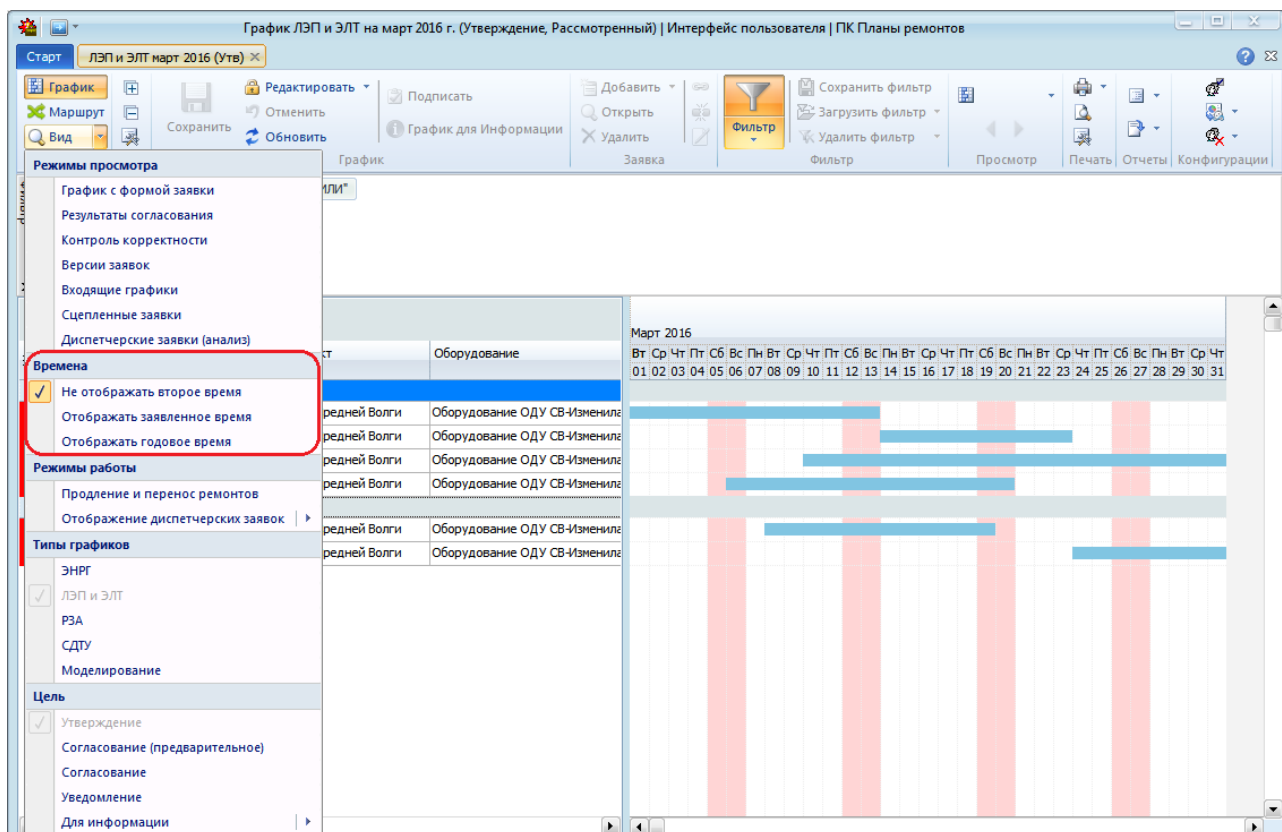
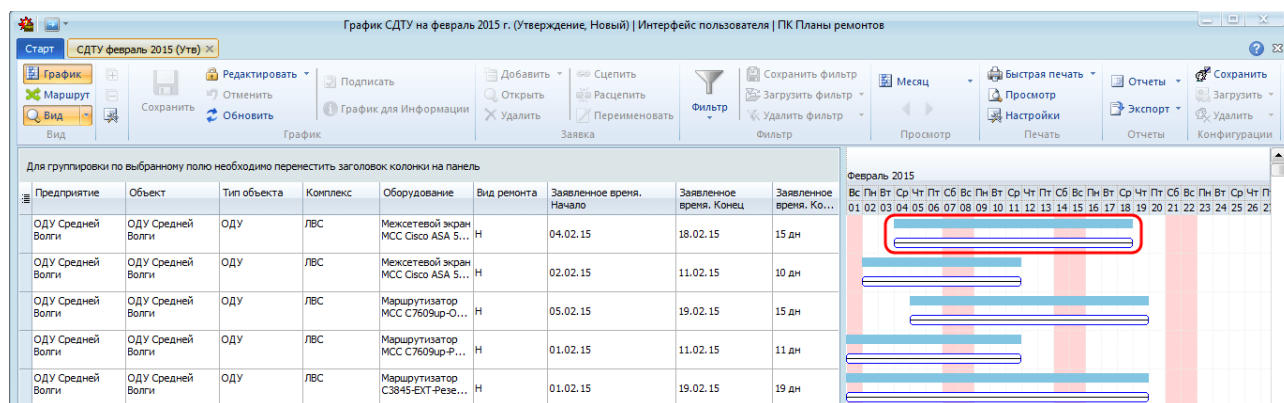
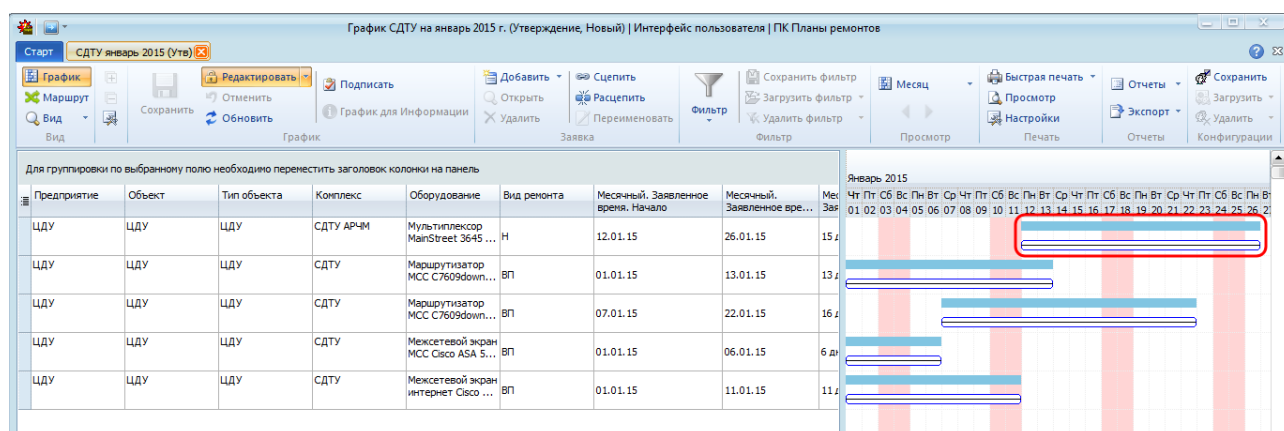

Рисунок 10.39 – Выбор режима отображения времени на диаграмме
Рисунок 10.40 – Режим отображения заявленного времени на диаграмме
Рисунок 10.41 – Режим отображения годового времени на диаграмме
Для сравнения времени ремонта с заявленным или годовым временем используется режим «Времена» (Рисунок 10.39).
- **«Отображать заявленное время»**. В данном режиме на диаграмме отображается заявленное время и время ремонта. Заявленное время отображается отрезком с узором «Зачеркнутый» (линия, проходящая через середину отрезка) (Рисунок 10.40). Включение режима осуществляется выбором пункта «Отображать заявленное время» из раскрывающегося списка по кнопке « Вид», отключение – выбором пункта «Не отображать второе время» (Рисунок 10.39). Данный режим недоступен для выбора в графике с типом «Моделирование».
- **«Отображать годовое время»**. В данном режиме на диаграмме отображается время ремонта текущего периода планирования и время ремонта из годового графика. Годовое время отображается отрезком с узором «Зачеркнутый» (линия, проходящая через середину отрезка) (Рисунок 10.41). Включение режима осуществляется выбором пункта «Отображать годовое время» из раскрывающегося списка по кнопке « Вид», отключение – выбором пункта «Не отображать второе время» (Рисунок 10.39). Данный режим просмотра недоступен для выбора в графике с типом «Моделирование».